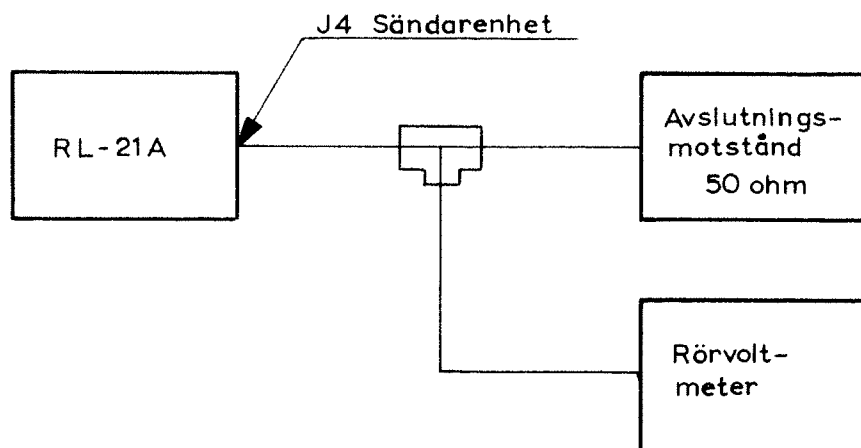

Bild 3. Uppkoppling
- 441 Kontrollera att spänningen, uppmätt enligt bild 3, är minst 300 mV.
- 444 Om utnivån är så hög att blandarströmmen inte går att justera till $20 \mu\text{A}$, justera med spolarna L1-2 (trimpunkt 8) i sändarenheten tills min utslag erhålls på rörvoltmetern (se bild 3). Om detta trimningsförfarande inte är tillräckligt, flytta anslutningen på spolen L1 (i underenhet U1) tills utspänningen uppfyller ovanstående krav.